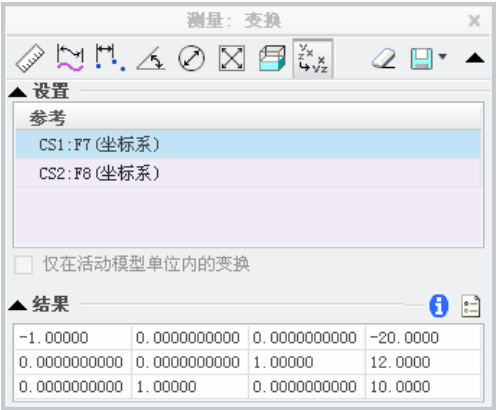
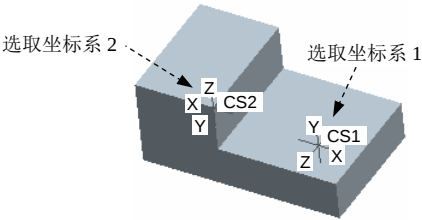

图 8.1.25 “测量：变换”对话框
图 8.1.26 计算两坐标系间的转化值
Step3. 在弹出的“变换”对话框中，单击“变换”按钮 ，如图 8.1.25 所示。
- (1) 在视图控制工具栏中节点下选中 坐标系显示 复选框，显示坐标系。
- (2) 按住 Ctrl 键，在模型树中依次选取图 8.1.26 所示的坐标系 1 和坐标系 2。
- (3) 在图 8.1.25 所示的“测量：变换”对话框的结果区域中，可以查看测量的结果。